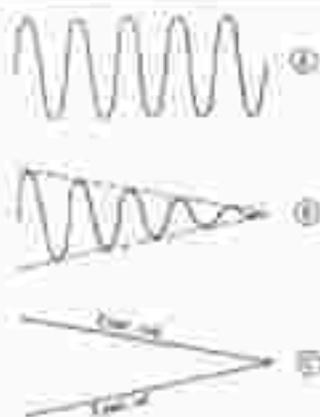

Fig. 2
Voici à la figure 2 en (A) la forme du signal sinusoïdal appliqué à l'entrée inverseuse du LM324, en (B) la forme désirée du signal modulé à obtenir à la sortie S du même C.